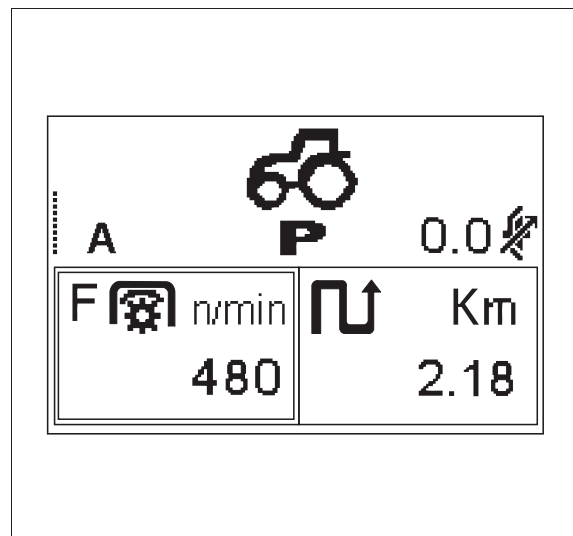

Fig. 11.
- Velocidad de la TDF delantera fig. 11